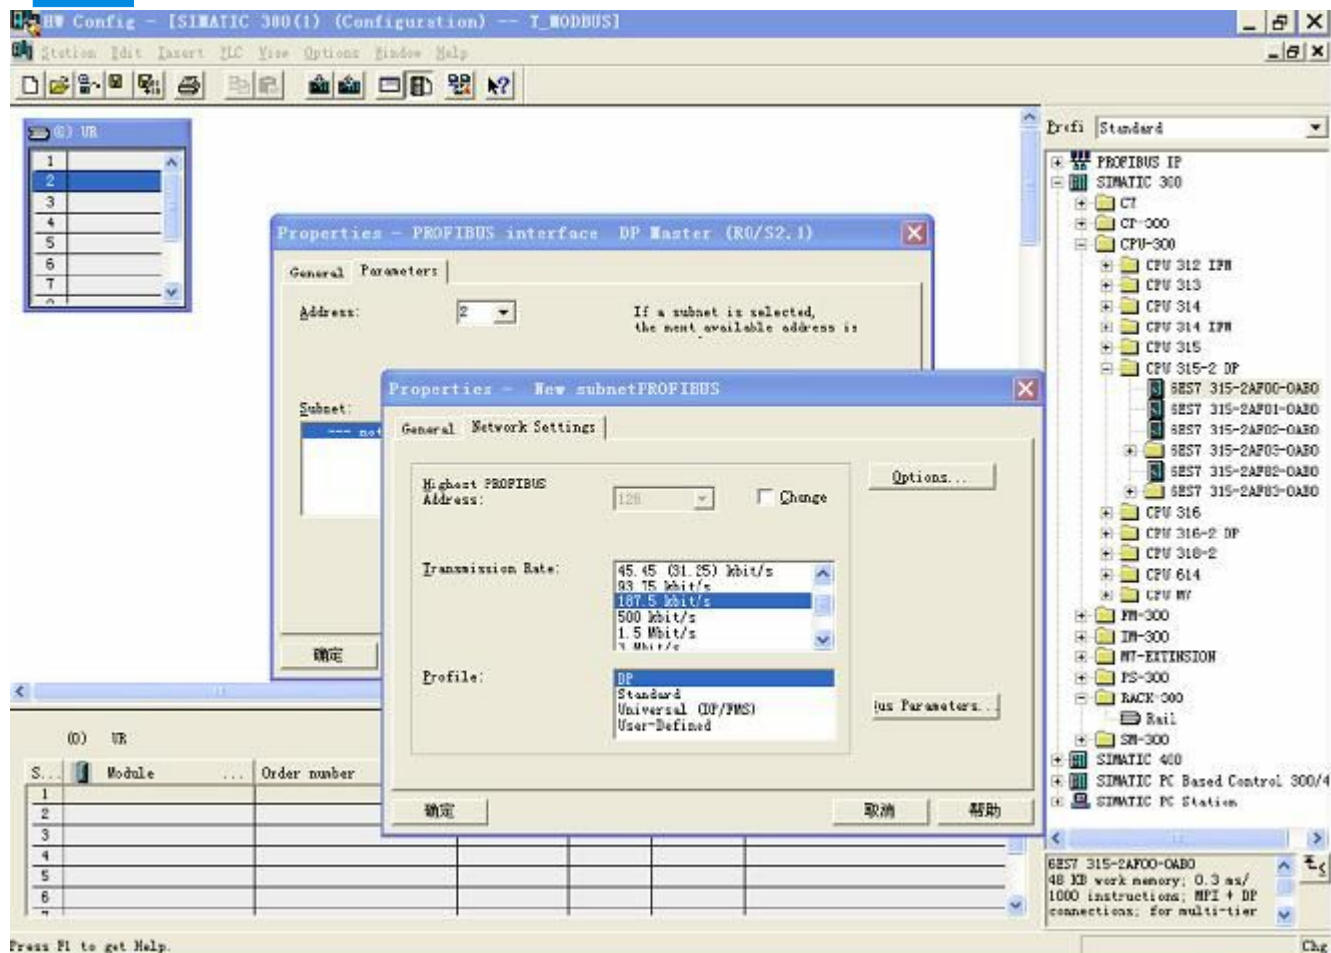

图 10
- ✧ 创建 Profibus-DP 网络，设置 Profibus-DP：New->Network settings，选择 DP，选择一个波特率如 187.5Kbps，然后 “OK”，双击它；如图 10：